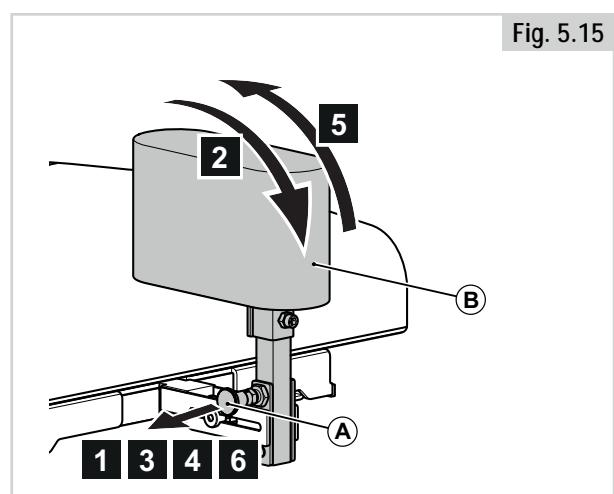

Fig. 5.15
5.10 Abduktionsstöd (Fig. 5.15)